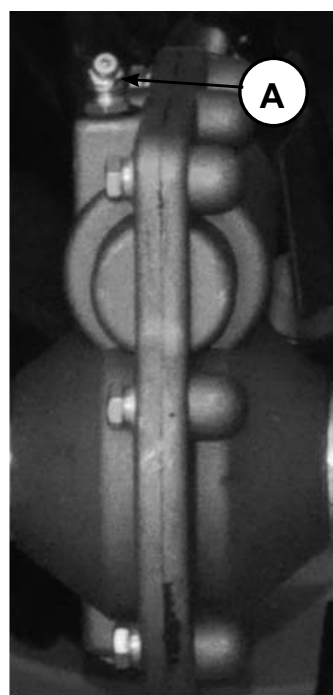

Рис.26
**ОБСЛУЖИВАНИЕ РЕДУКТОРА (РИС.26)**